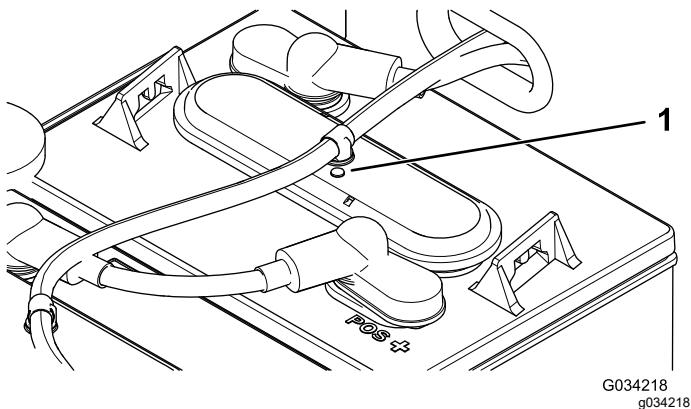

Bild 40
- Prüfen Sie die Augen an jeder Batterie, ob sie schwarz oder weiß sind (Bild 40).